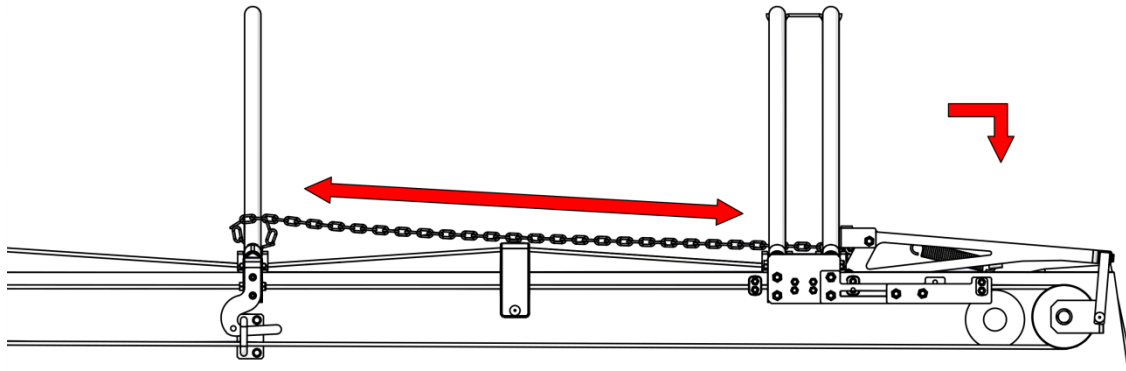

Abb. 2
- Lassen Sie den Heckverschluss manuell herab und stellen Sie die Kette soweit nach, dass sie bei herabgelassenem Verschluss vollständig gespannt ist (Abb. 2).